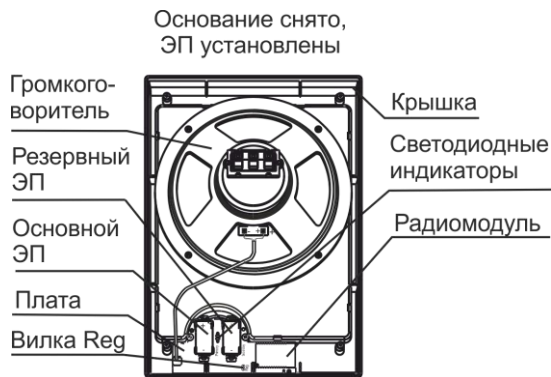

Рисунок 2
4.1 Конструктивно оповещатель выполнен в виде блока со съёмным основанием. Внутри блока находится динамик, печатная плата с радиоэлементами, ЭП (рисунок 2). ЭП установлены